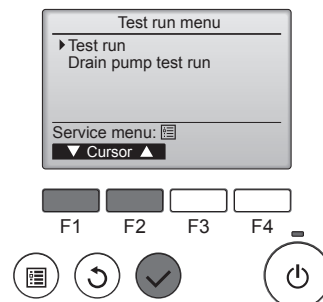

Fig. 8-2
- 2 Seleccione "Test run" (Modo prueba) desde el menú Modo prueba, y pulse el botón [ACEPTAR]. (Fig. 8-2)